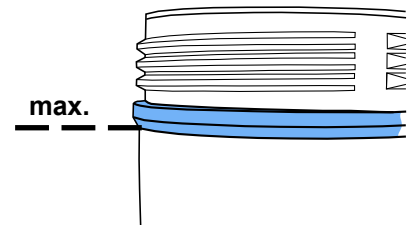

Fig. 7
- Purger complètement le silo de sablage en appuyant sur la valve de purge (5).
- Dévisser le couvercle du silo (4). (S'il n'est pas possible de desserrer le couvercle du silo, cela signifie qu'il y a encore de la pression dans le silo >>> actionner une nouvelle fois la valve d'échappement !)
- Ne remplir l'abrasif que jusqu'au marquage max. (Fig. 7) (épaissement du silo de sablage au dessous du filetage).